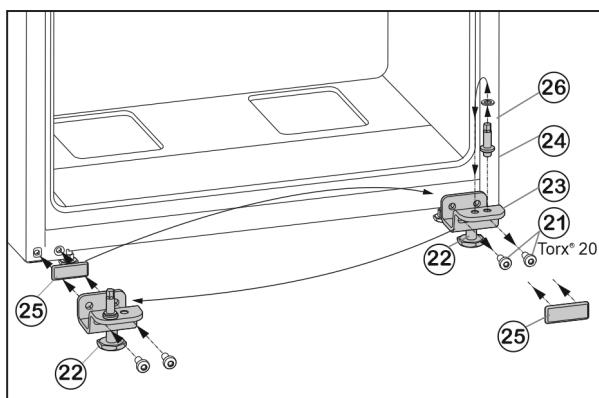

Fig. 7
- ▶ Открутите крепежные винты Fig. 7 (21).
- ▶ Снимите нижний опорный кронштейн Fig. 7 (23) вместе с опорным пальцем Fig. 7 (24), шайбой Fig. 7 (26) и регулируемой опорой Fig. 7 (22).
- ▶ Открутите опорный палец Fig. 7 (24) вместе с шайбой Fig. 7 (26) и, переставив в отверстие на противоположной стороне опорного кронштейна, снова прикрутите.
- ▶ Аккуратно снимите защитную пластину Fig. 7 (25) и переставьте ее на противоположную сторону.
- ▶ Прикрутите нижний опорный кронштейн Fig. 7 (23) вместе с опорным пальцем Fig. 7 (24), шайбой Fig. 7 (26) и регулируемой опорой Fig. 7 (22) с другой стороны шарнира **[с моментом 4 Нм]**, при необходимости используйте аккумуляторный шуруповерт.
- ▶ Установите нижнюю дверцу сверху на опорный палец Fig. 7 (24).
- ▶ Выверните регулируемую опору Fig. 7 (22) на нижнем опорном кронштейне Fig. 7 (23) до ее соприкосновения с полом.